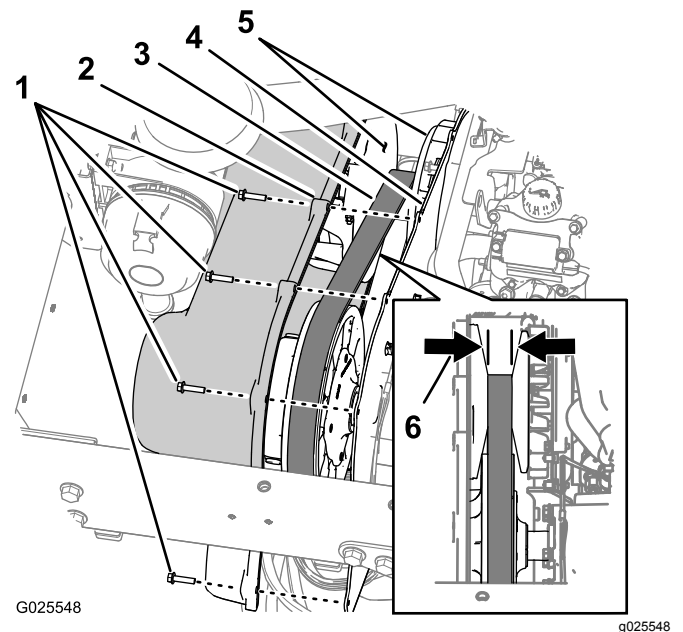

Bild 63
1. Entfernen Sie die neun Kopfschrauben (1/4" x 1"), mit denen die Getriebeabdeckung an der Befestigungsplatte des Getriebes befestigt ist (Bild 63).
2. Schieben Sie die Abdeckung nach vorne, bis der Treibriemen sichtbar ist (Bild 63).
3. Prüfen Sie die abgeschrägten Vorderseiten der Hauptkupplung auf Zeichen von Beschädigung (Bild 63).
4. Prüfen Sie den Treibriemen auf fehlende oder beschädigte Zähne (Bild 63).
5. Messen Sie die Breite des Riemens und notieren Sie den Wert (Bild 63).
Hinweis: Wenn die Breite des Treibriemens 29,5 mm oder weniger ist, tauschen Sie ihn aus (Bild 63).
6. Fluchten Sie die Löcher in der Getriebeabdeckung mit den Löchern in der Befestigungsplatte aus (Bild 63).
7. Befestigen Sie die Abdeckung mit den neun in Schritt 1 entfernten Kopfschrauben (1/4" x 1") an der Befestigungsplatte (Bild 63) und ziehen Sie die Schrauben auf ein Drehmoment von 10,2-12,4 N·m an.